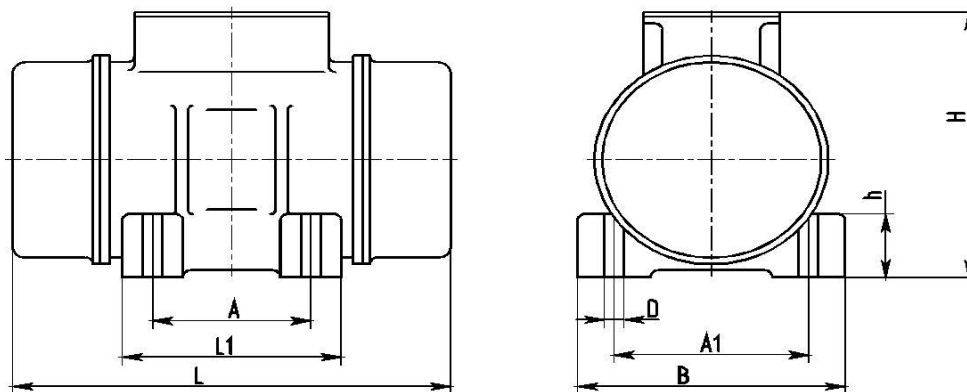

Рисунок 1
3.4. Габаритные и установочные размеры изделий (в мм), не более (Рисунок 1)